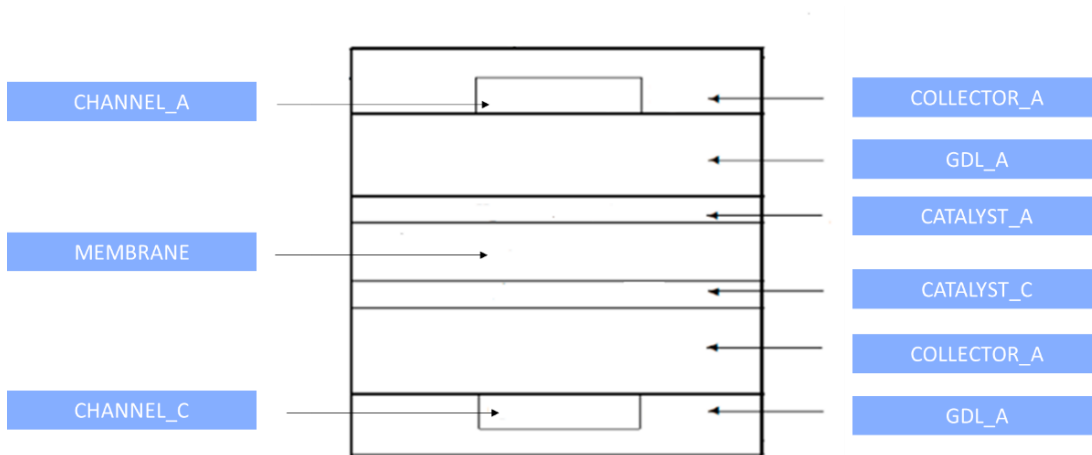

Fig. 3 Named selection.
3. Las entidades se nombran de acuerdo con la Fig. 3.